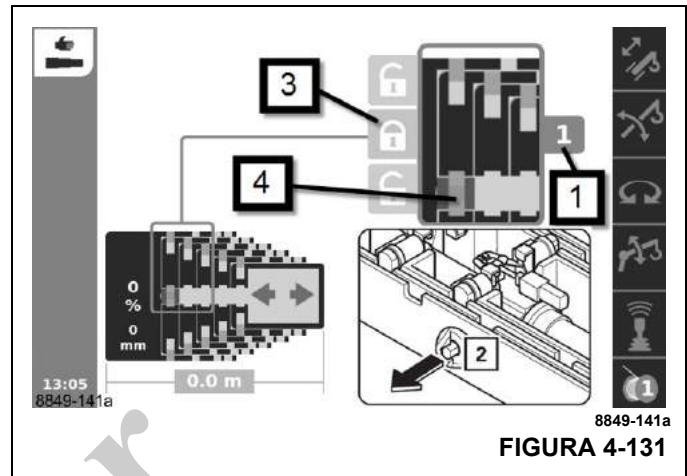

FIGURA 4-131
- Mueva el cilindro telescópico al punto de bloqueo deseado, por ejemplo, a la sección telescópica 1 (Figura 4-131).